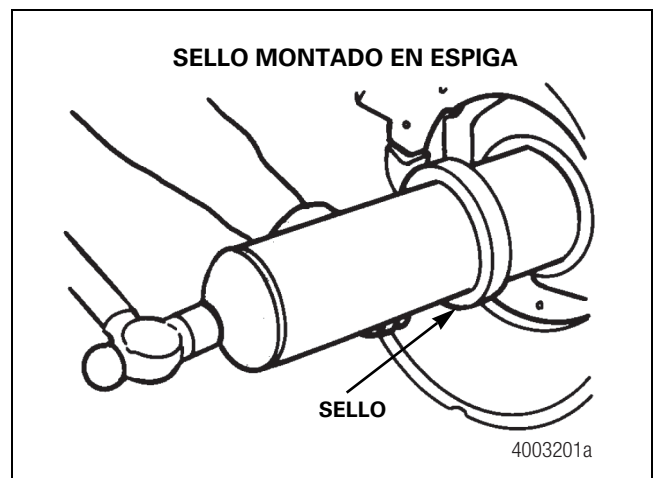

Figura 5.9
- B. **Sellos instalados en la espiga:** Lubrique el sello según las recomendaciones del fabricante; después colóquelo sobre el collar del sello de aceite del eje. Coloque la herramienta de instalación sobre la espiga y conduzca el sello hasta que quede a ras con el reborde del cojinete. Gire la herramienta y golpee suavemente varias veces para asegurarse de que el sello está correctamente asentado. Figura 5.9.